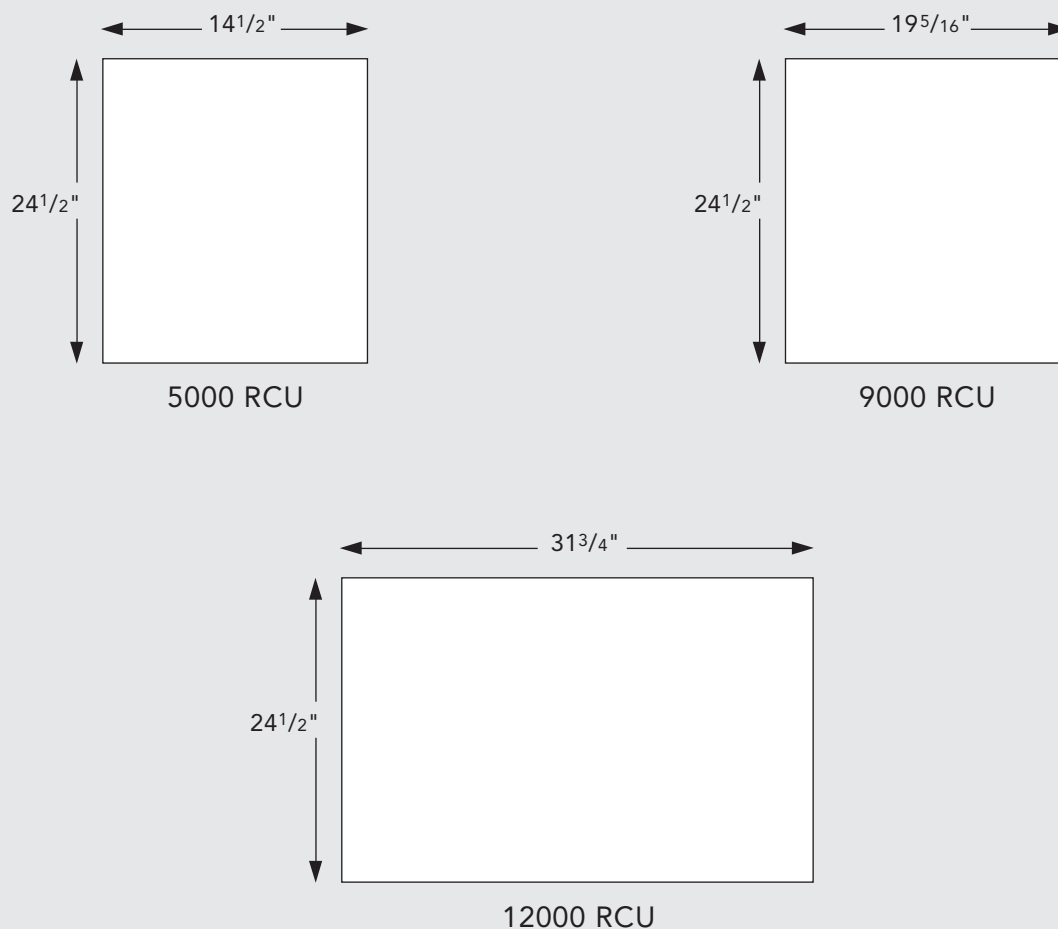

Fig. 1
- Étant donné que les appareils WHISPA III^{MD} RCU offrent une fonction de contrôle de la vitesse de ventilation, il est important de dimensionner l'appareil en fonction des exigences calculées de perte de chaleur de la pièce lorsque l'appareil fonctionne à la vitesse la plus faible (I).
- La taille de l'ouverture qu'il convient de découper pour l'installation est présente sur la Fig. 1.
- Préparer l'ouverture dans le mur pour accueillir l'appareil, comme indiqué à la Fig. 1. En fonction de l'ossature murale, les modèles 9000 et 12000 peuvent nécessiter un recadrage de l'ouverture pour assurer une bonne prise en charge.